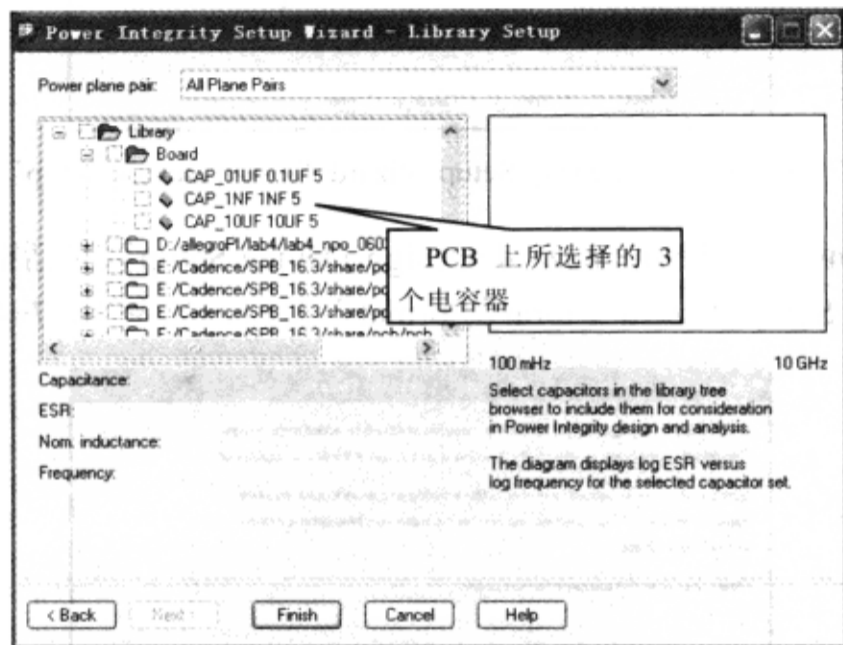

图 10-7-43 电容器库设置窗口
(1) 在“Power Integrity Setup Wizard-Library Setup”对话框中单击 Board 目录旁边的拓展符号，就会列出这个目录中 PCB 上所存在的 3 个电容器，如图 10-7-43 所示。此时，这些电容器还没有包含于其相关的仿真模型，因此还不能使用它们进行仿真，接下来将处理这个问题。